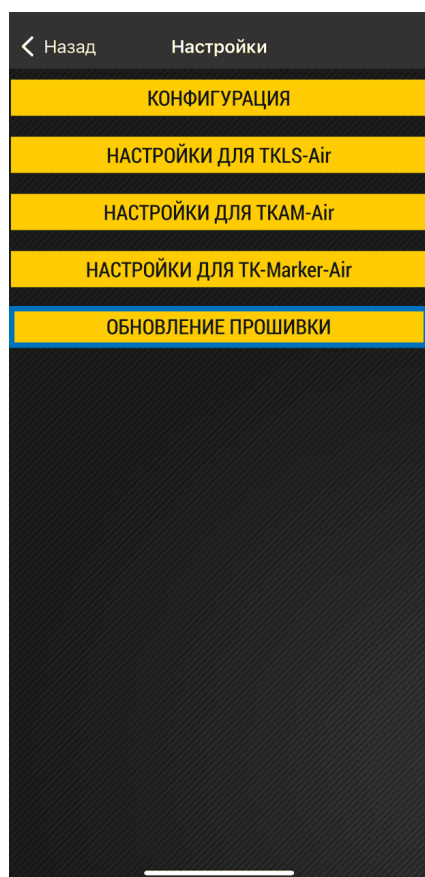

Рис.37. Меню «Настройки»
1. На рабочем экране выберите вариант **«Настройки»**, далее нажмите кнопку **«Обновление прошивки»** (Рис.37).